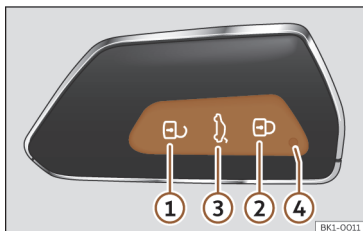

Fig. 78 Clé du véhicule.
Lorsque vous appuyez brièvement sur un bouton de la clé du véhicule, le voyant ④ >>> fig. 78 clignote une fois brièvement, mais si vous appuyez plus longtemps, il clignotera plusieurs fois, par exemple, lors de l'ouverture de confort.